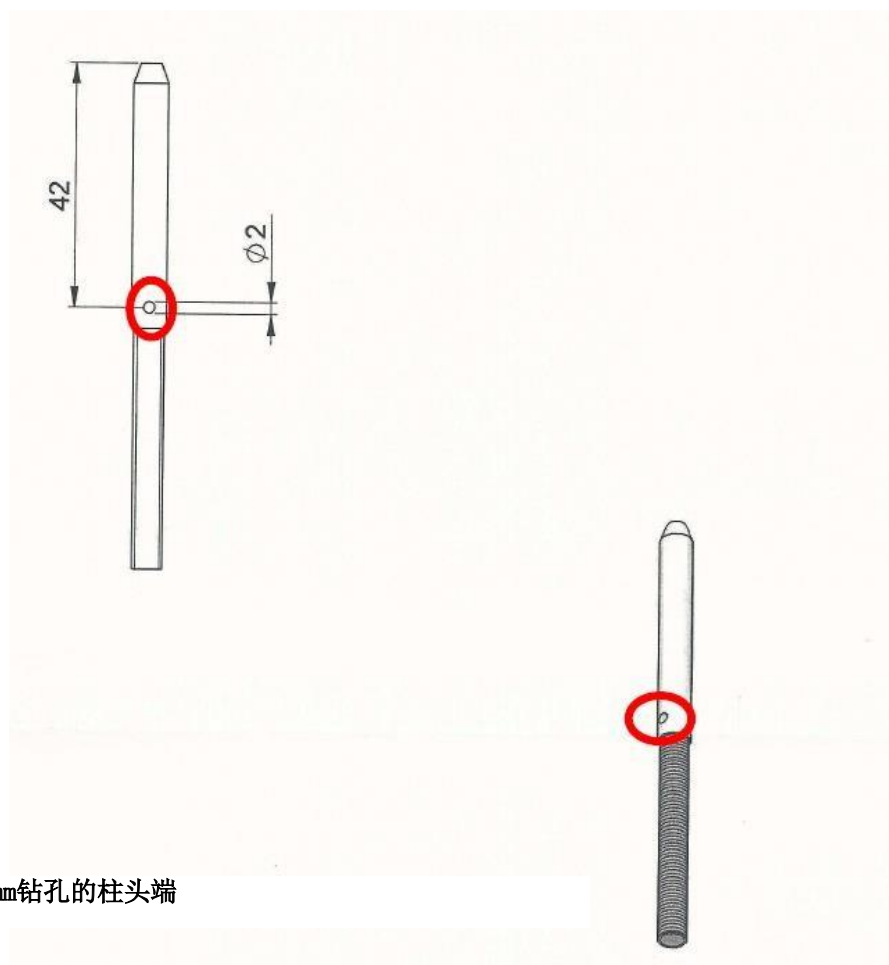

图1：带2mm钻孔的柱头端
- 3 矫正: (如有必要,可按照图纸所示(见图1)在钢索末端上钻一个1.5-2mm直径的小孔)注意小孔要居中。